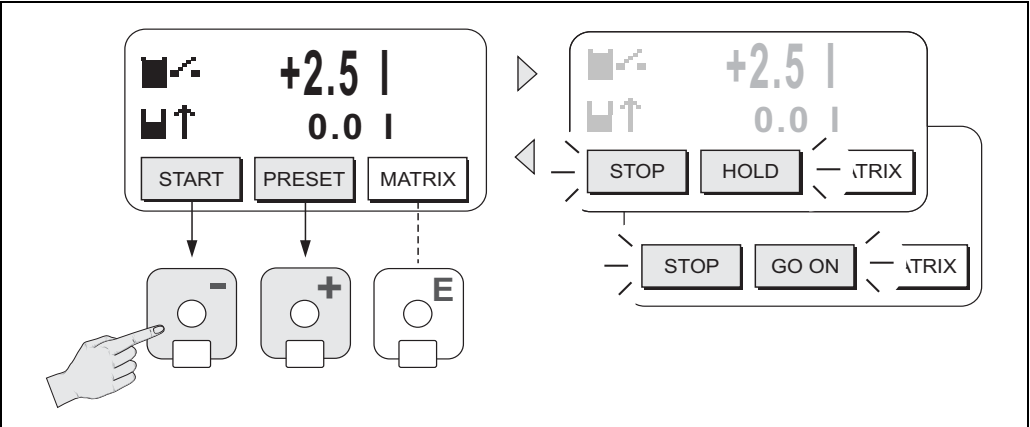

Fig. 46: Control de procesos de dosificación mediante el indicador local (teclas programadas)
Aparecen entonces las siguientes “teclas programada de función” en la línea inferior del indicador local→ Fig. 46:
- 3. Una vez haya salido del menú VALOR INICIO, puede iniciar el proceso de dosificación pulsando la tecla “INICIO (□)”. Aparecen entonces otras teclas programadas de función (PARO/ESPERA o CONTINUAR) en el indicador. Puede utilizarlas para interrumpir, continuar o detener en cualquier momento el proceso de dosificación. → Fig. 46